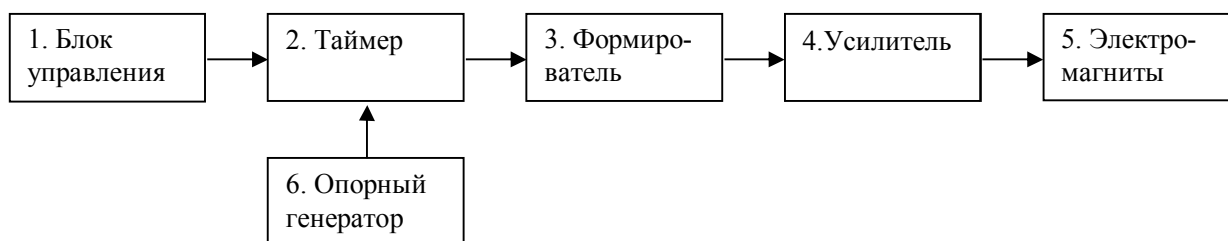

Рис. 1. Функциональная схема УПМС-1.
1.4.6 Функциональная схема УПМС-1 приведена на рис. 1.